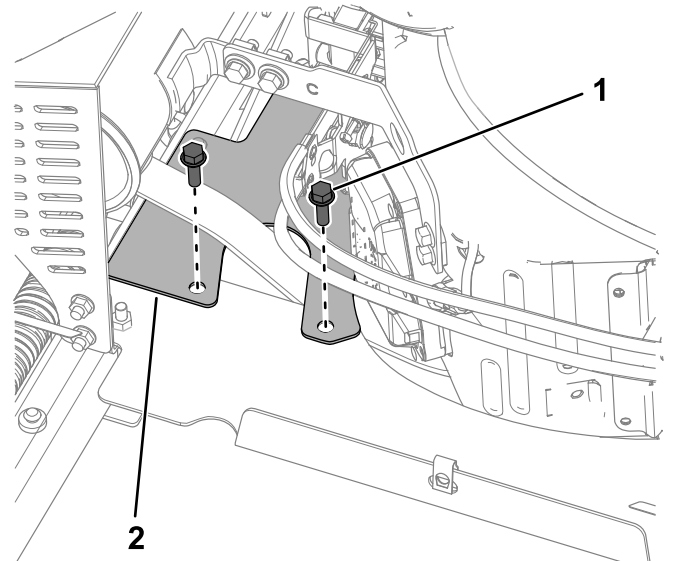

**Bild 34**
2. Drehen Sie den Motorschutz nach vorne, wie in Bild 34 dargestellt.